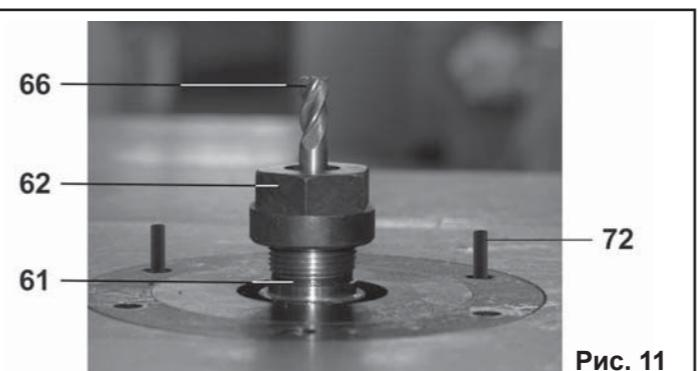

Рис. 11
10.4.2. Для выполнения криволинейного фрезерования используются специальные приспособления – цулаги, упорные кольца и копировальные пальцы. При копировании заготовки по имеющемуся образцу или шаблону во вставке рабочего стола (4) предусмотрена установка двух съемных копировальных пальцев (72), Рис.11. При этом фреза (66) должна устанавливаться выше копировальных пальцев (72), Рис.11. Заготовку кладут на копир – шаблон, который имеет конфигурацию будущей детали и зажимают. Кромку копира – шаблона обводят по копировальному пальцу (72). Фреза (66) на заготов-